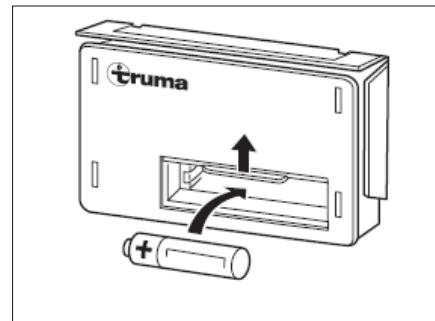

Fig. 106 Cambio de batería
- Empujar la tapa del compartimiento de la batería en el dispositivo automático de encendido (Fig. 106) hacia arriba.
- Meter una batería nueva del mismo tipo con la polarización correcta (+/-) en el compartimiento de la batería del dispositivo automático de encendido (Fig. 106). Utilizar únicamente baterías AA resistentes a la temperatura (+70 °C) y a prueba de fugas.